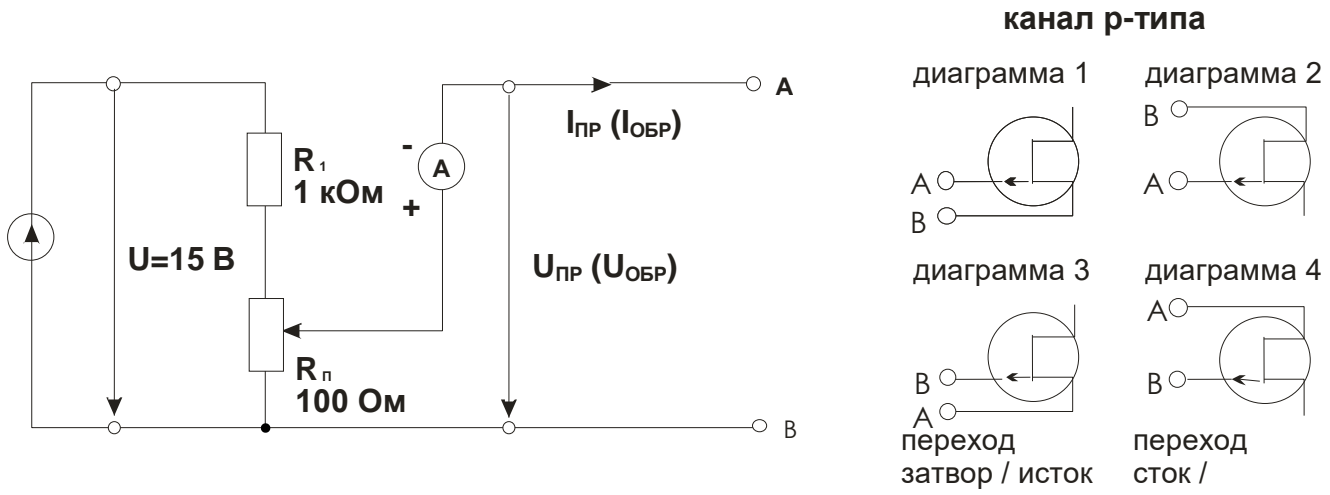

Рис. 5.1.3
- Затем замените транзистор с каналом n-типа транзистором с каналом p-типа (рис. 5.1.3). Определите состояния p-n переходов путем измерения для диаграмм 1...4 и занесите результаты в табл. 5.1.1.